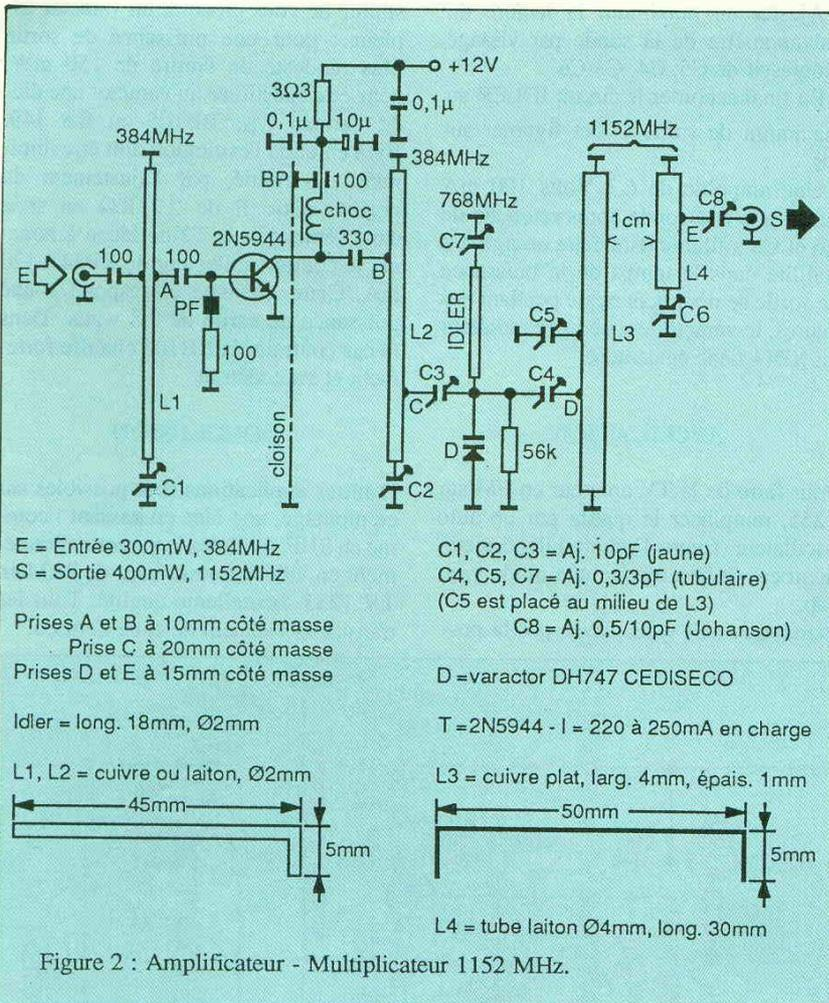

Figure 2 : Amplificateur - Multiplicateur 1152 MHz.
**GENERATEUR 1100 à 1300 MHz (figure 2)**